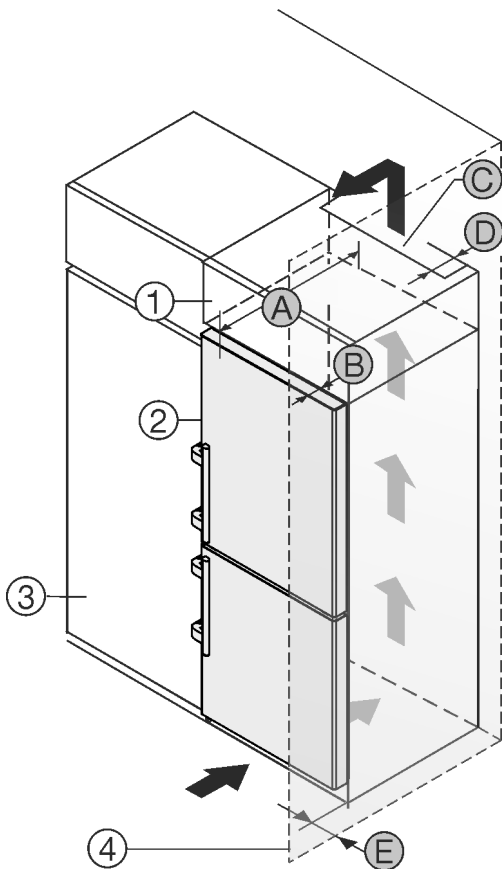

Fig. 50
Устройство может быть окружено кухонными шкафами. Чтобы уравнивать устройство Fig. 50 (2) по высоте с кухонной стенкой, можно установить над устройством дополнительный шкафчик Fig. 50 (1).
Установить устройство можно непосредственно рядом с кухонным шкафом Fig. 50 (3). Чтобы можно было полностью открыть двери, устройство должно выступать на глубину Fig. 50 (B) относительно передней стенки кухонного шкафа. В зависимости от глубины кухонных шкафов и использования пристенных распорок устройство может выступать и больше.
- На задней стенке дополнительного шкафчика должен быть вентиляционный канал с глубиной Fig. 50 (D) по всей ширине этого шкафа.
- Нужно соблюдать вентиляционное отверстие Fig. 50 (C) под нижней панелью.
Если устройство установлено на шарнирах у стены Fig. 50 (4), то нужно соблюдать расстояние Fig. 50 (E) между устройством и стеной. Настолько выступает ручка при открытой двери.